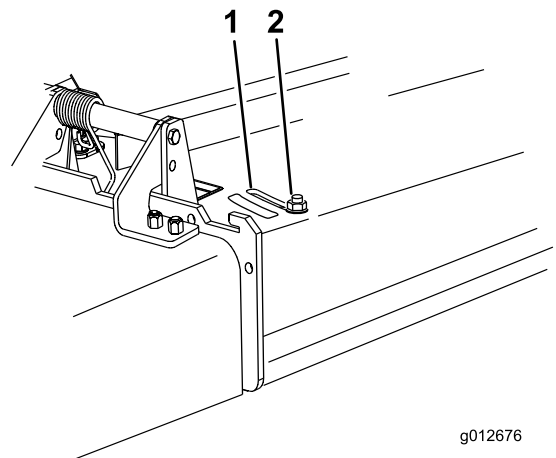

Figura 12
3. Afloje la contratuerca (Figura 12).